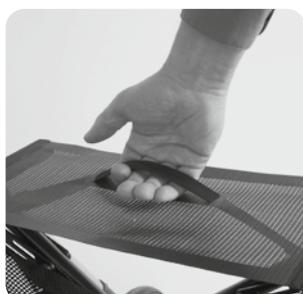

Abb. 4
1. Falten Sie den Rollator zusammen, indem Sie den Gurt zum Zusammenfalten nach oben ziehen (Abb. 4).